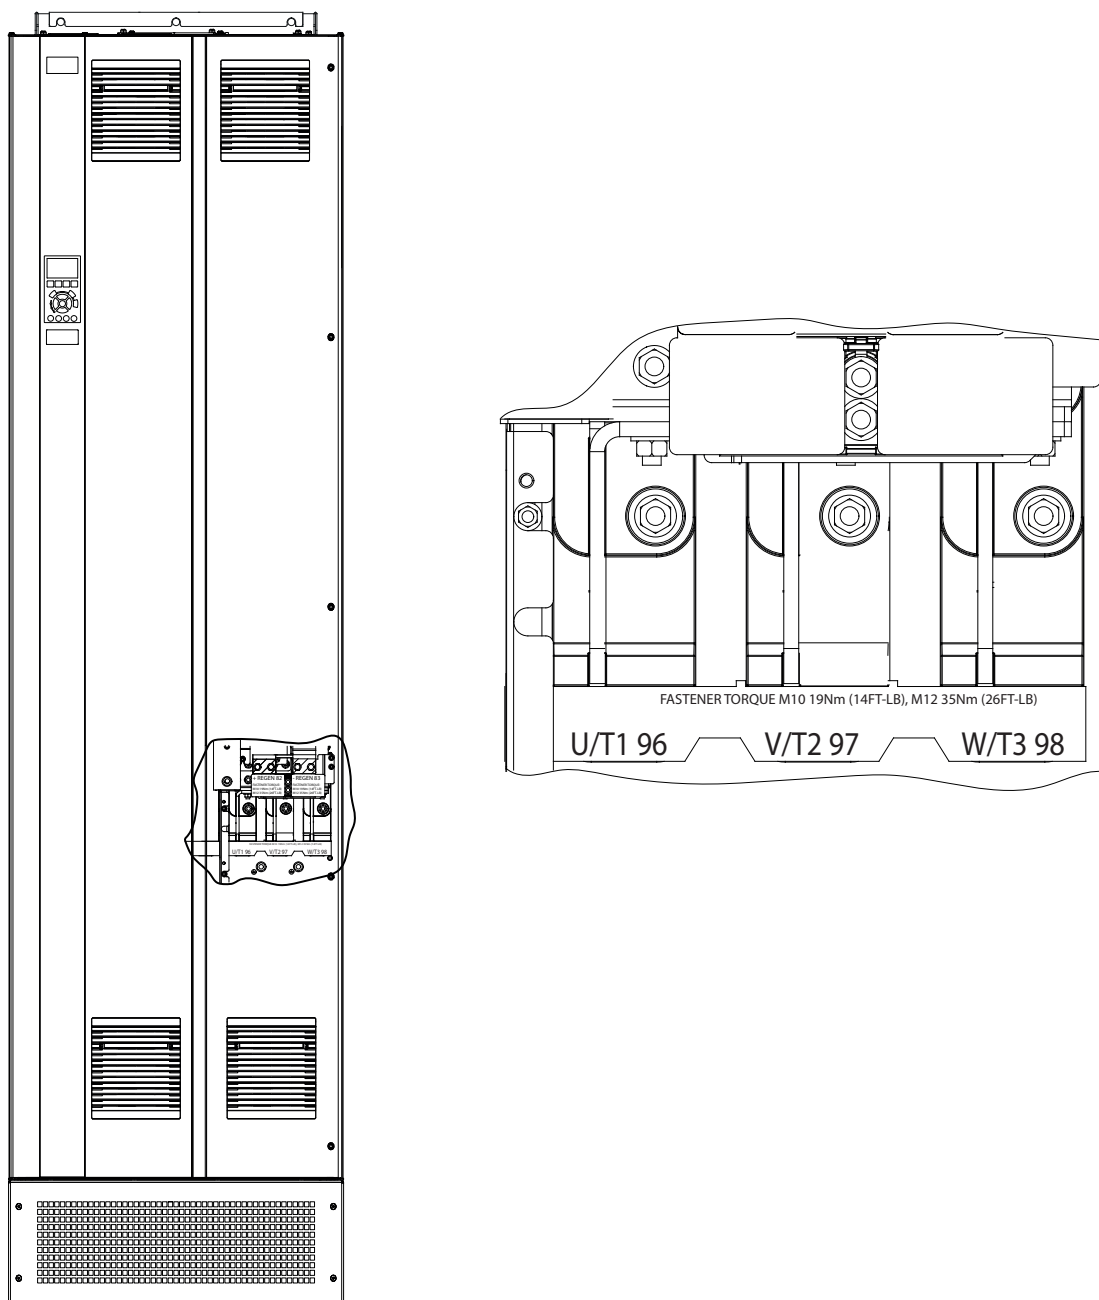

図 5.3 交流モーター端子 (E1h 表示)。端子の詳細ビューについては、章 5.7 端子寸法を参照してください
4. 3相モーター配線を端子 96(U)、97(V)、98(W) に接続します。図 5.3を参照してください。